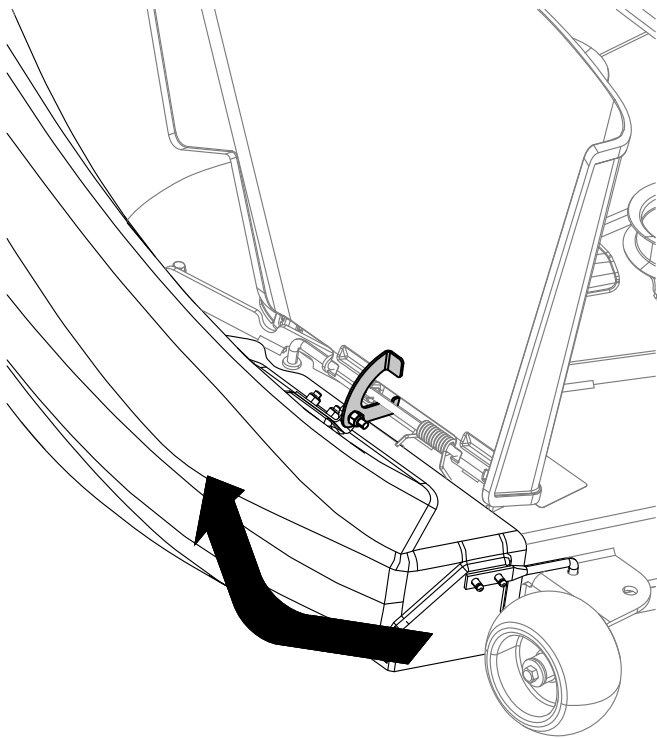

Figure 22
6. Au sommet de la goulotte, engagez le crochet de verrouillage sur la tige de pivot du déflecteur et insérez la tige dans le trou sur le plateau de coupe (Figure 22).